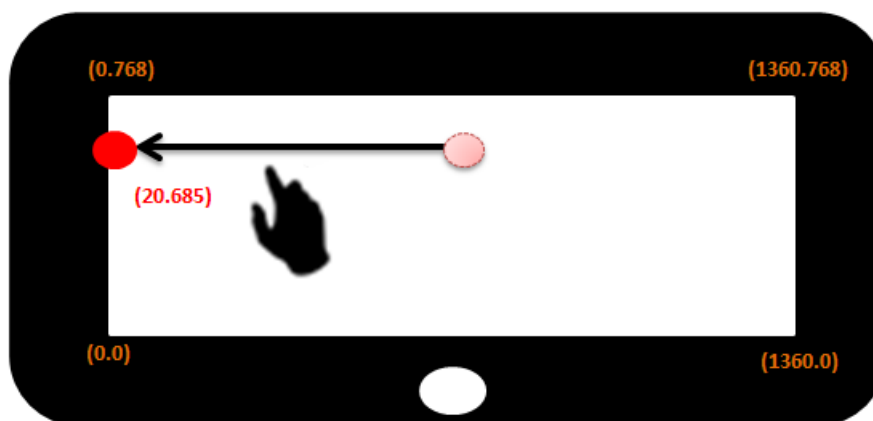

Figure 5-28: 從觸控屏內向水平起始通道大面積按壓邊緣畫線偏差示意圖
- ◆ 下圖 Figure 5-28 示意從觸控屏內向水平起始通道邊緣劃線偏差圖。範例中邊框報點座標並未達到水平邊緣點，需要微調 INTERPOLATION_X_FIRST_SCALE，使座標報點可到達邊緣。